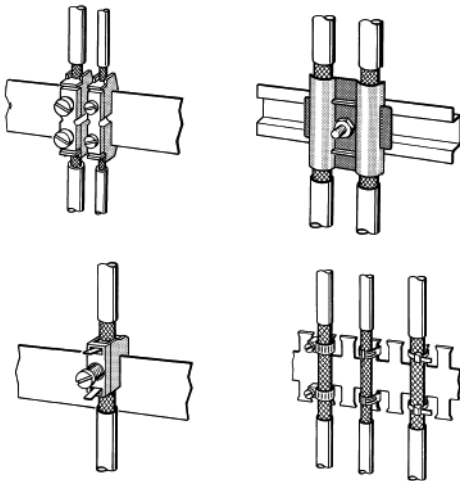

Abb. 8: Befestigen von geschirmten Leitungen mit Kabelschellen und Schlauchbindern (schematische Darstellung)
- ▶ Die Schellen müssen den Schirm großflächig umschließen und guten Kontakt ausüben (siehe Abb. 8).